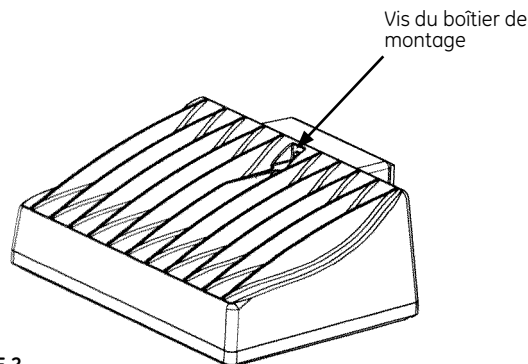

FIGURE 2
- Enlevez le boîtier de montage arrière en desserrant l'unique vis sur l'avant de l'appareil et en le faisant glisser vers le bas pour le sortir du crochet de montage (voir la Figure 2).